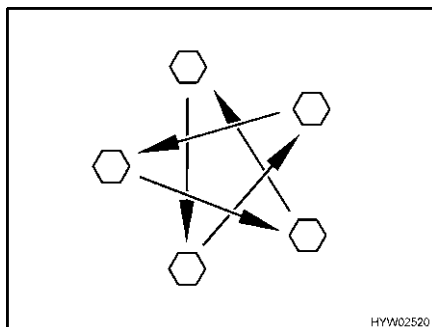

Bild 268 Radmuttern oder Radschrauben über Kreuz anziehen
- Radmuttern oder Radschrauben regelmäßig auf festen Sitz prüfen. Radmuttern oder Radschrauben eines ausgewechselten Rades nach 50 km über Kreuz nachziehen (Bild 268). Anziehdrehmoment siehe Abschnitt 13.5.2.
- ▷ Radmuttern oder Radschrauben über Kreuz anziehen (Bild 268).